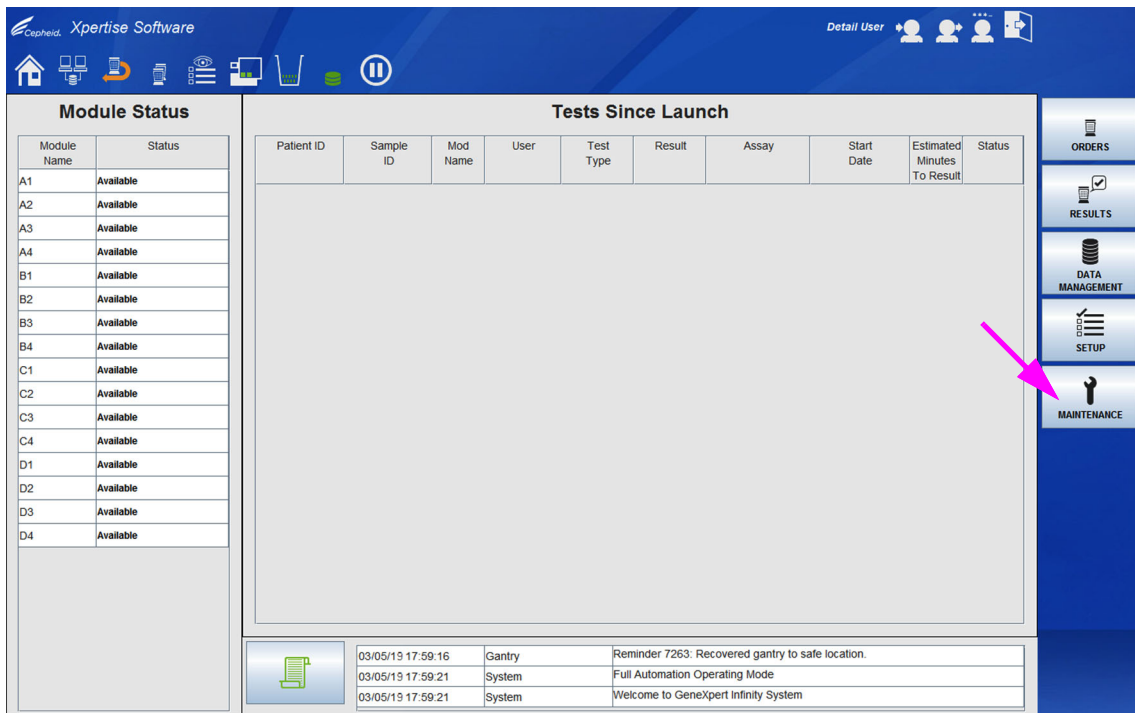
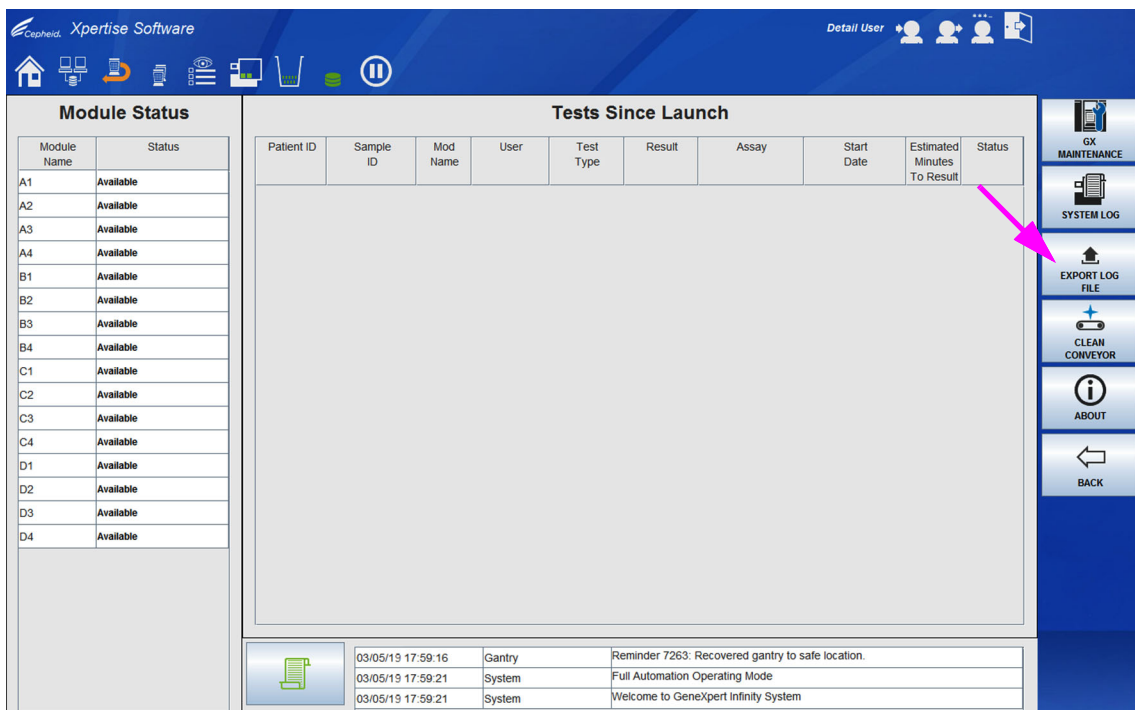
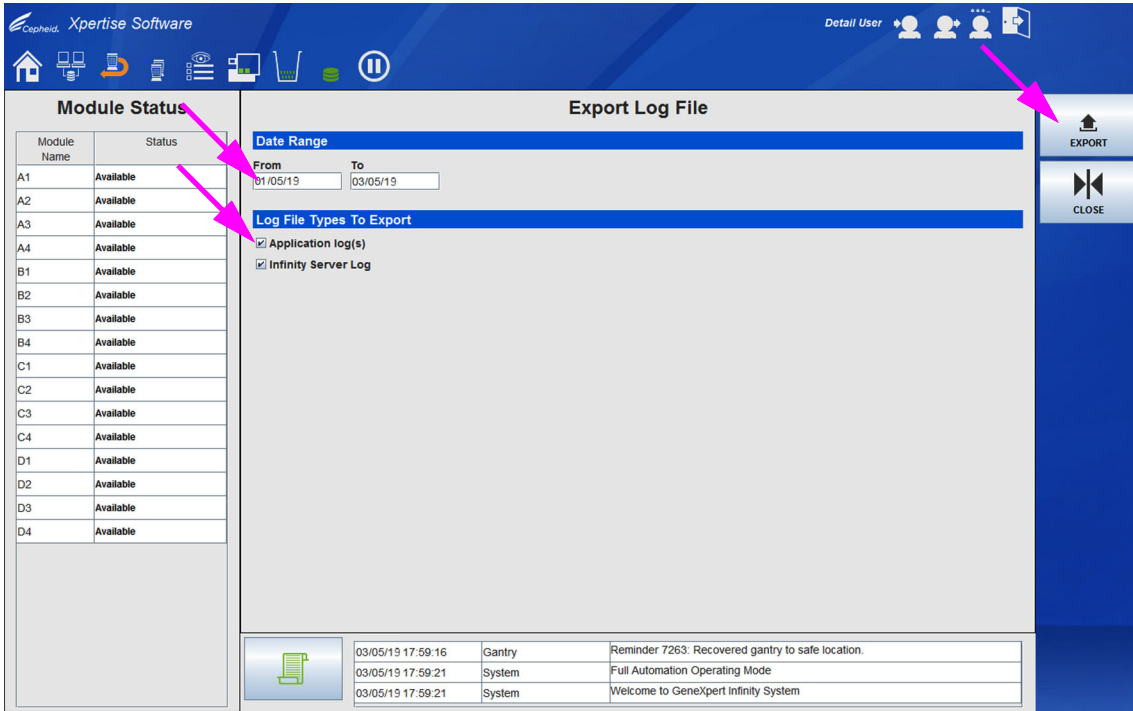
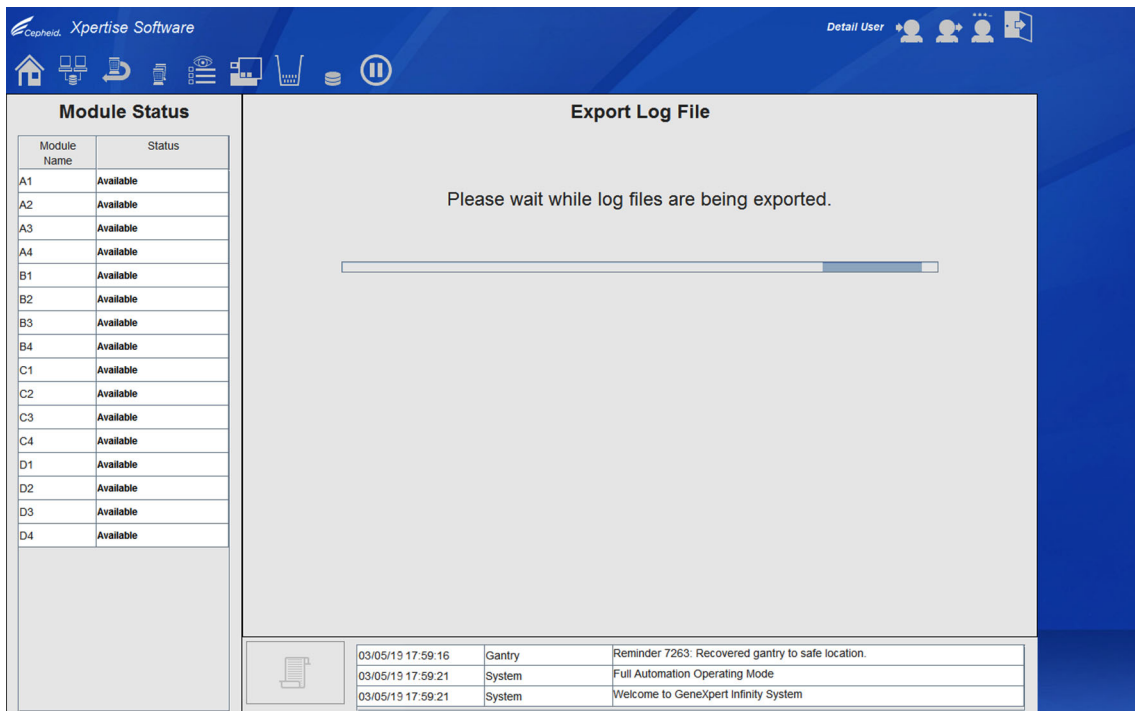

图 9-75. Xpertise 软件主页工作区
图 9-76. 维护菜单
图 9-77. 导出日志文件 (Export Log File) 工作区
图 9-78. 导出日志文件 (Export Log File) 工作区 – 进度条
1. 在 Xpertise 软件主页工作区，选择**维护 (MAINTENANCE)** 按钮（请参见图 9-75）。显示维护菜单。请参见图 9-76。
2. 选择**导出日志文件 (EXPORT LOG FILE)** 按钮（请参见图 9-76）。显示导出日志文件 (Export Log File) 工作区。请参见图 9-77。
- 选择**导出 (EXPORT)** 按钮（请参见图 9-77）。导出日志文件 (Export Log File) 屏幕显示一个进度条，指示导出日志文件的进度。请参见图 9-78。